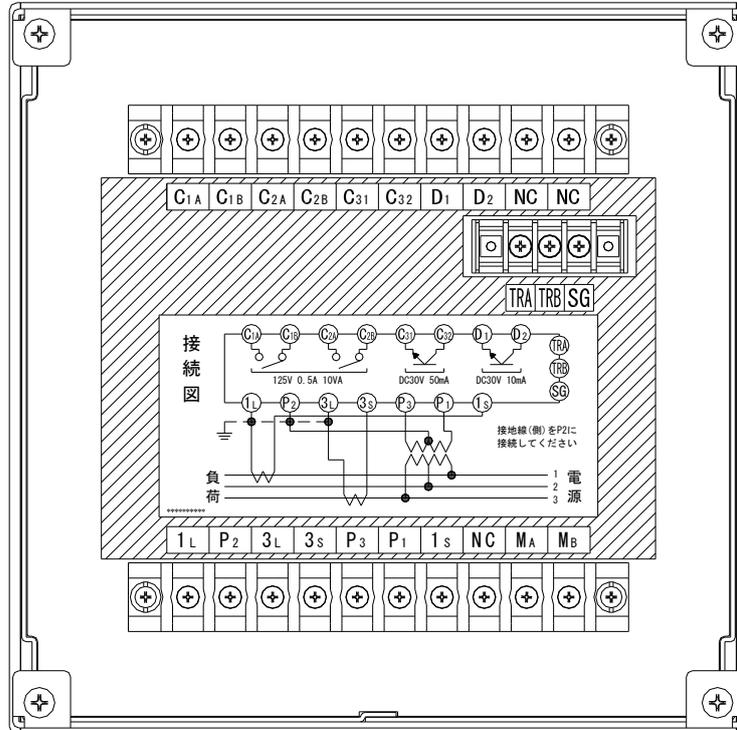
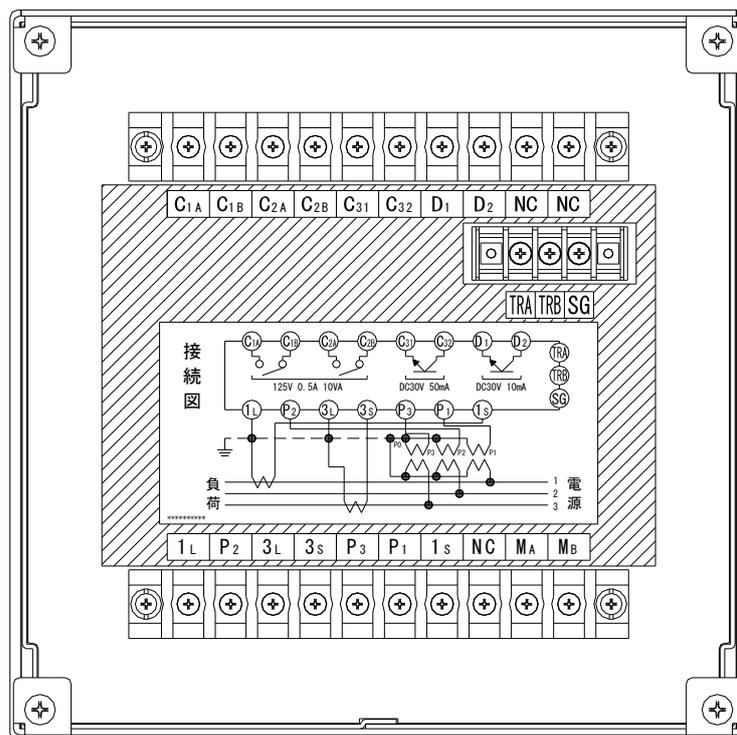
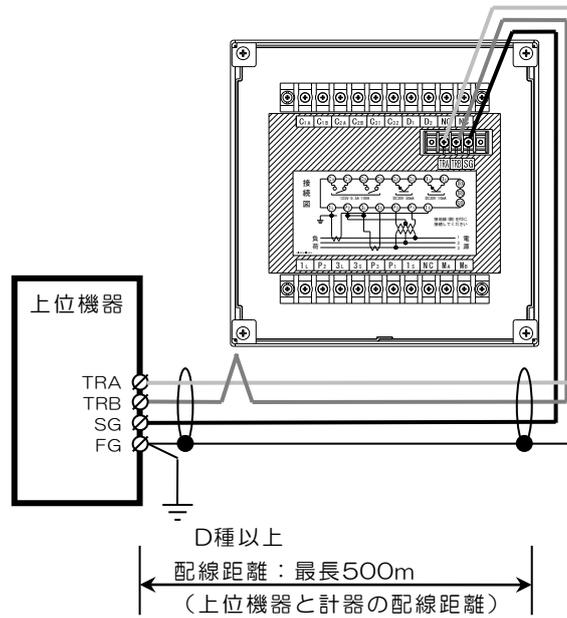
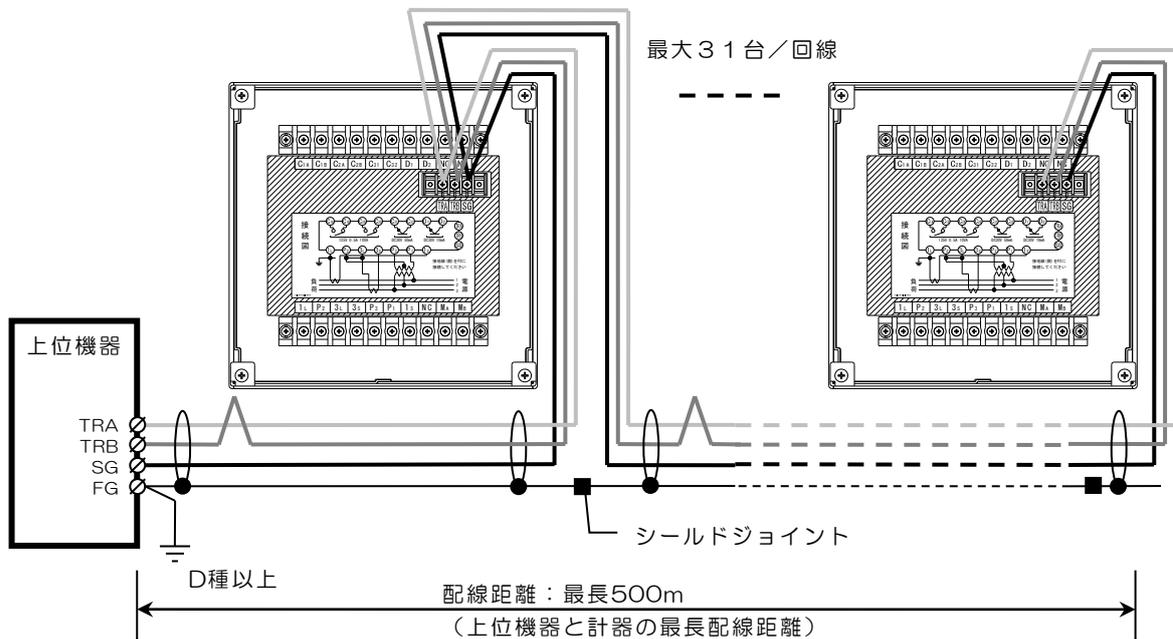

図 3. 端子および接続ラベル（2トランスの場合）
図 4. 端子および接続ラベル（3トランスの場合）
図7. 通信線配線図 (1:1の場合)
図8. 通信線配線図 (1:Nの場合)
強制	■電圧端子（P1、P2、P3）、電流端子（1S、1L、3S、3L）、発振パルス端子（C1A・C1B、C2A・C2B）、器差試験パルス端子（D1、D2、C31、C32）、通信端子（TRA、TRB、SG）は、定格・接続方法*を確認のうえ正しく、確実に接続すること。過電圧や過電流を印加しないこと 誤使用や誤接続、過電圧や過電流の印加は、火災・けが・故障の原因となります。通電前に必ず配線を確認してください。 *3ページの図3、図4を参照 *6ページの図7、図8を参照
- (1) 接続は、計器背面の端子および接続ラベル（図 3、図 4）を参照して正しく確実に行ってください。